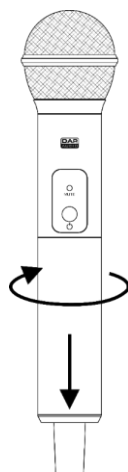

Fig. 06
- 01) Gire la cubierta del compartimiento de las pilas en sentido de las agujas del reloj para aflojarla. Retire la cubierta del compartimiento de las pilas (Fig. 06).